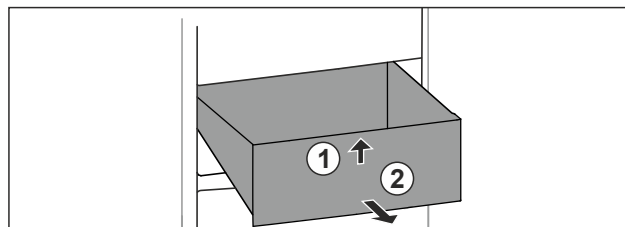

Fig. 84
- ▶ Soulever la partie avant du tiroir. Fig. 84 (1).
- ▶ Retirer le tiroir par l'avant. Fig. 84 (2)